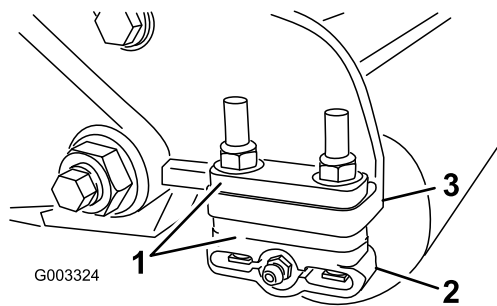

图15
- 根据剪草高度表将所需数量的隔片放在侧板安装法兰 图15 下将后滚筒支架 图15 调节到所需的剪草高度范围。